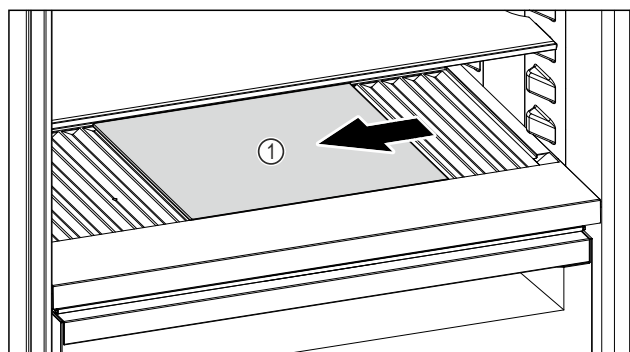

Fig. 204
- Преместете стъклената плоча Fig. 204 (1) наляво, в средата или надясно.